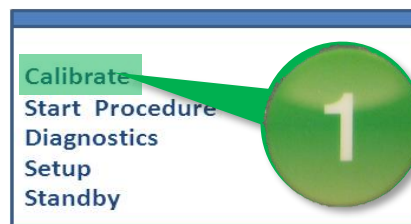

図 26 校正の選択
- ⑨ レコーダー画面の“Calibrate”にカーソルを合わせ、イベントキー 1 (Enter キー) を押します (図 26)。